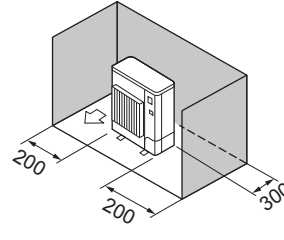

Fig. 2-4
③ Yalnızca arkadaki ve yandaki engeller (Fig. 2-4)